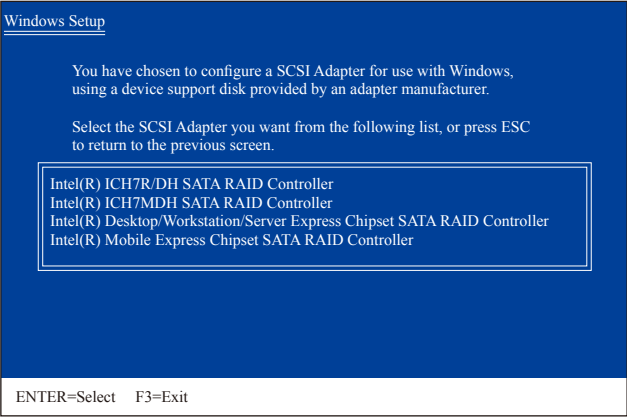
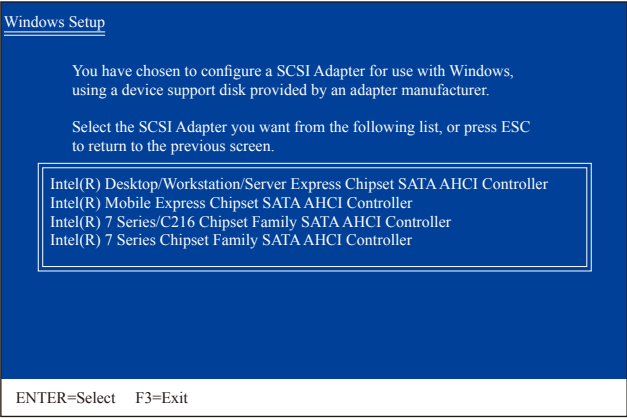

图2
图3
放入存有SATA RAID/AHCI驱动程序的磁盘并按下<Enter>键。当如图2的画面出现时，请选择「Intel(R) Desktop/Workstation/Server Express Chipset SATA RAID Controller」再按<Enter>键，系统会从磁盘中下载RAID驱动程序。若设为AHCI模式，请使用键盘的上键移到「Intel(R) 7 Series/C216 Chipset Family SATA AHCI Controller」项目再按<Enter>。(图3)